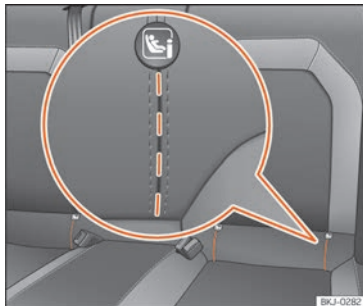

Fig. 35 Asiento trasero: ranuras troqueladas para acceder a las anillas de sujeción ISOFIX/i-Size.
La ubicación de los puntos de anclaje ISOFIX o i-Size viene indicada con un símbolo »» fig. 35. En algunos vehículos, las anillas van fijadas al armazón del asiento y en otros al suelo posterior.
- Proceda previamente a la apertura manual del troquelado situado detrás de las ranuras marcadas para tener acceso a las argollas de sujeción »» fig. 35.